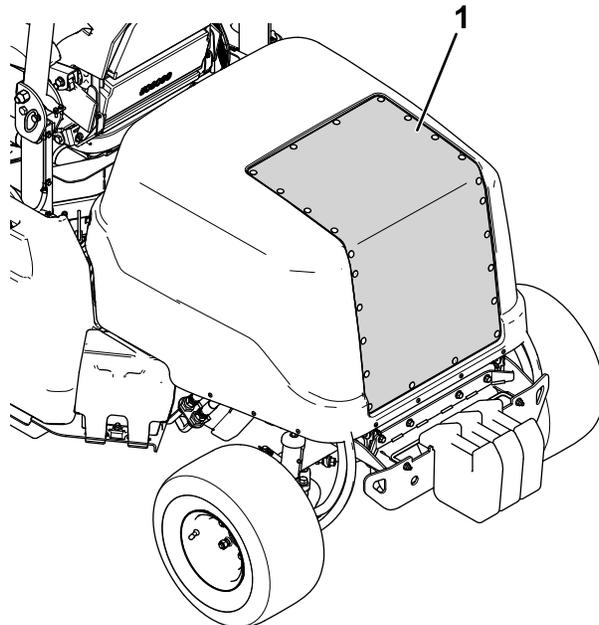

Рисунок 69
2. Используйте сжатый воздух для очистки сетчатого фильтра на капоте (показанного на Рисунок 69). Направляйте воздух от машины.